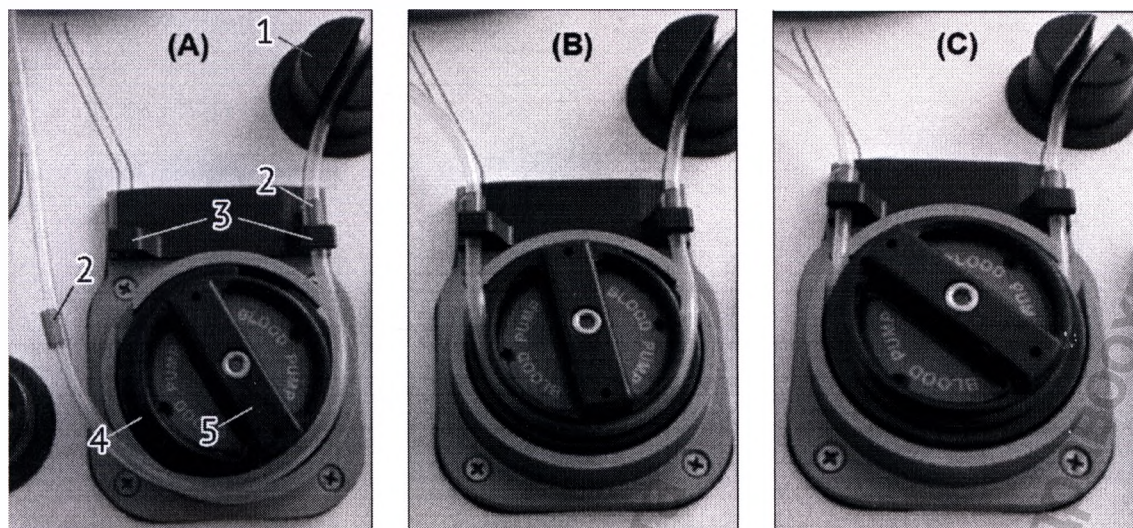

Рисунок 7 - Порядок заправки трубки в насос.
- Установить трубку (п.12) в детектор воздуха линии крови (BLAD)(1,рис.7/A);
- Установить стопоры (п.15 или 2,рис.7/A) трубки (п.12) в фиксаторы (3,рис.7/A) насоса крови (5,рис.7/A) так, чтобы стопоры оказались снаружи фиксаторов, относительно насоса(рис.7/B);
- Оставить петлю трубки в направляющей насоса (рис.7/B) до этапа автоматической загрузки.